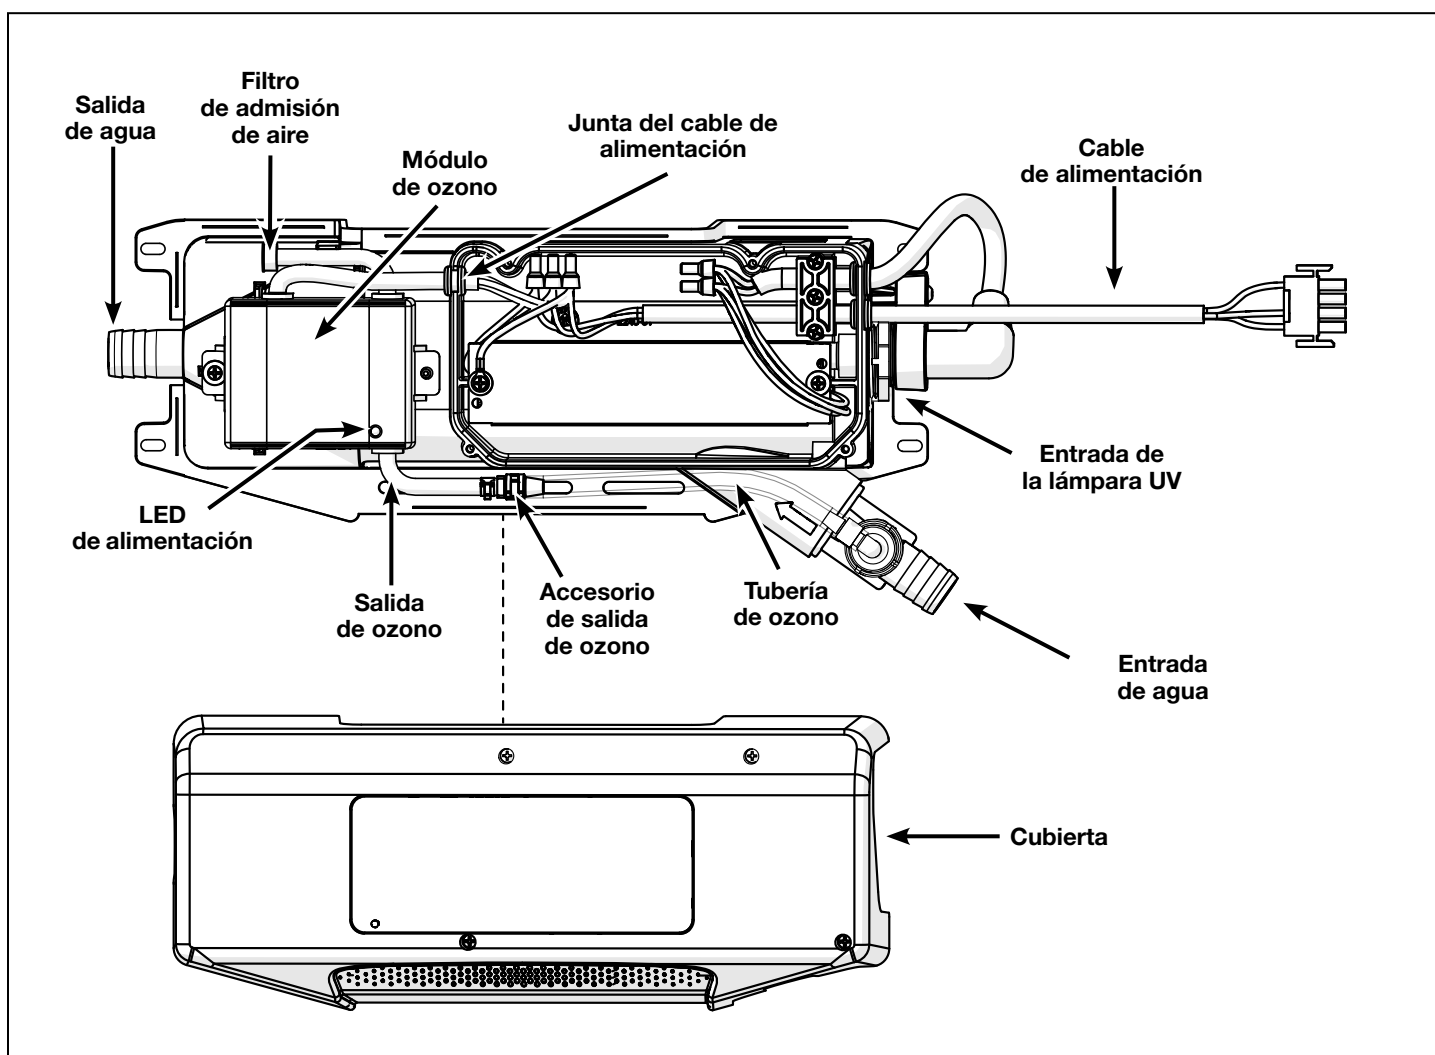

Figura 1. Componentes de DEL AOP Spa 2
- Para actividades de mantenimiento DEL AOP Spa 2 que requieran quitar la cubierta, asegúrese de que la junta del cable de alimentación Ozono esté colocada correctamente cuando vuelva a poner la cubierta. Ver figura 1.